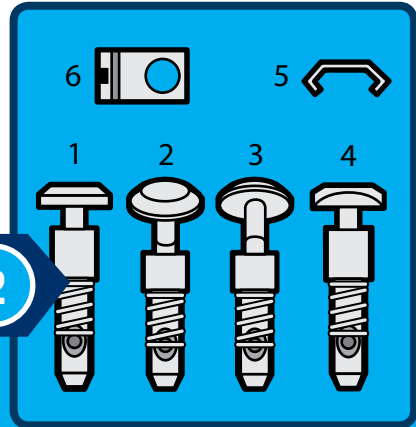
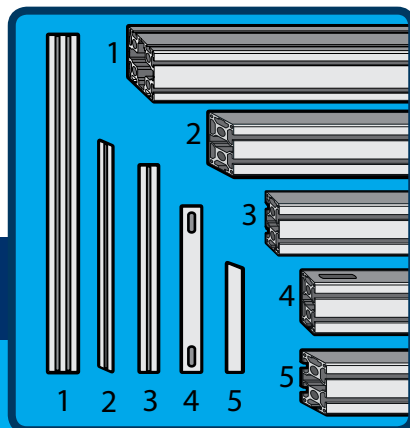

Fig. 2
Fig. 4
Befestigen Sie die Anker, gerade (Fig. 2, Nr. 1) an den geraden Enden folgender Profile:
- 2 mal an **einem** Ende des Profils 40x80x1072 mm (Fig. 4, Nr. 3)
- 2 mal an den Profilen mit Winkel links 23° 40x80x586 mm (Fig. 4, Nr. 5)
Secure the straight anchor piece (Fig. 2, No. 1) to the straight ends of the following profiles:
- twice at one end of the profile 40x80x1072 mm (Fig. 4, No. 3)
- twice on the profiles with 23° angle to the left 40x80x586mm (Fig. 4, No. 5)
Befestigen Sie die Biegeanker, 23° / -23° (Fig. 2, Nr. 2 / 3) an den schrägen Enden folgender Profile:
- 2 mal an den Enden der Profile mit Winkel links 23° / rechts 23° 40x80x1182 mm (Fig. 4, Nr. 2)
- 2 mal an den Enden der Profile mit Winkel links 23° 40x80x586 mm (Fig. 4, Nr. 5)
Secure the bent anchors, 23° / -23° (Fig. 2, No. 2 / 3) to the oblique ends of the following profiles:
- 2 x on the end of the profiles with angles left 23° / right 23° 40x80x1182mm (Fig. 4, No. 2)
- 2 x on the ends of the profiles with angles left 23° 40x80x586mm (Fig. 4, No. 5)
Bringen Sie die Anker mittig in die Kopfenden der Profilstücke ein. Die Spitze der Gewindestifte der Querstücke (Fig. 4, Nr. 6) wird in eine Vertiefung des Ankers geführt. Die Querstücke werden seitlich in die Bohrungen der Profilstücke eingebracht. Fixieren Sie die Anker mit Hilfe der Gewindestifte der Querstücke.
The tips of the threaded pins of the cross pieces (Fig. 4, No. 6) are guided into an indentation of the anchor. The cross pieces are introduced laterally into the drill holes of the profile pieces. Fix the anchors with the help of the threaded pins of the cross pieces.
Die Vierkantkopfancker lassen sich in T-förmige Nuten an den jeweiligen Profilen einbringen. Für die spätere Montage des mittleren Profils (Fig. 4, Nr. 3) führen Sie vor der Montage der schrägen Seitenprofile (Fig. 4, Nr. 2) zwei Anker mit Vierkantkopf (Fig. 2, Nr. 4), an denen Sie die Blattfedern (Fig. 2, Nr. 5) in Einschubrichtung befestigt haben, in die T-Nuten des Profils (Fig. 4, Nr. 1) ein.
For the later assembly of the middle profile (Fig. 4, No. 3), prior to assembly of the oblique, side profile (Fig. 4, No. 2), introduce into the T-slots of the profile (Fig. 4, No. 1), two square headed anchor pieces (Fig. 2, No 4), to which you have attached (in the slide-in direction), the leaf springs (Fig. 2, No. 5) ,
Nun die Profile (Fig. 4, Nr. 5) in die Seitenprofile (Fig. 4, Nr. 2) einschieben.
Now insert the profiles (Fig. 4, No. 5) into the side profiles (Fig. 4, No. 2).
Befestigen Sie die Seitenprofile (Fig. 4, Nr. 2) am vorderen Profil (Fig. 4, Nr. 1).
Attach the side profiles (Fig. 4, No. 2) to the front profile (Fig. 4, No. 1).
Anschließend wird das mittige Profil (Fig. 4, Nr. 3) montiert.
Subsequently, the middle profile (Fig. 4, No. 3) is mounted.
Dabei werden die vormontierten Anker der Profile (Fig. 4, Nr. 5) in die Nuten des mittigen Profils (Fig. 4, Nr. 3) eingeschoben.
At the same time push the pre-assembled anchors of the profiles (Fig. 4, No. 5) into the grooves of the middle profile (Fig. 4, No. 3).
Verbinden Sie danach das mittige Profil (Fig. 4, Nr. 3) mithilfe der vormontierten Vierkant-Anker (Fig. 2, Nr. 4). Führen Sie vorher zwei Querstücke seitlich in die Bohrungen des mittigen Profils ein (Fig. 2, Nr. 6).
After this connect the central profile (Fig. 4, No. 3) with the help of the previously assembled square-headed anchor piece (Fig. 2, No. 4). Guide two crosspieces beforehand laterally into the bore holes of the central profile (Fig. 2, No. 6).
Achten Sie bei der Montage des Profils (Fig. 4, Nr. 3) auf mittige Positionierung. Nutzen Sie hierzu die Markierung am Profil (Fig. 4, Nr. 1).
Take care when fitting the profile (Fig. 4, No. 3) that the position is central. To this end use the marking on the profile (Fig. 4, No. 1).